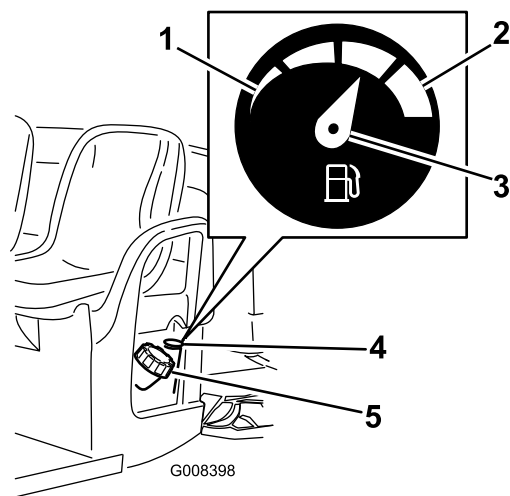

Figura 10
2. Limpe a zona em torno do tampão do depósito de combustível (Figura 10).